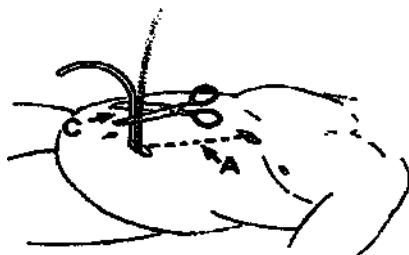

Рисунок 2
6. Вставьте градуированный конец туннелера в первичный разрез рядом с абдоминальным катетером, перпендикулярно к фасции и параллельно катетеру. Продвиньте туннелер до апоневроза прямой мышцы. (Рисунок 2).
7. Держите наружную ветвь абдоминального катетера рядом с туннелером и параллельно ему. Используя отметки на туннелере обрежьте абдоминальный сегмент катетера так, чтобы над уровнем фасции остался отрезок длиной «С» (Рисунок 2). Обрезайте трубку строго перпендикулярно одним движением шовных ножниц.